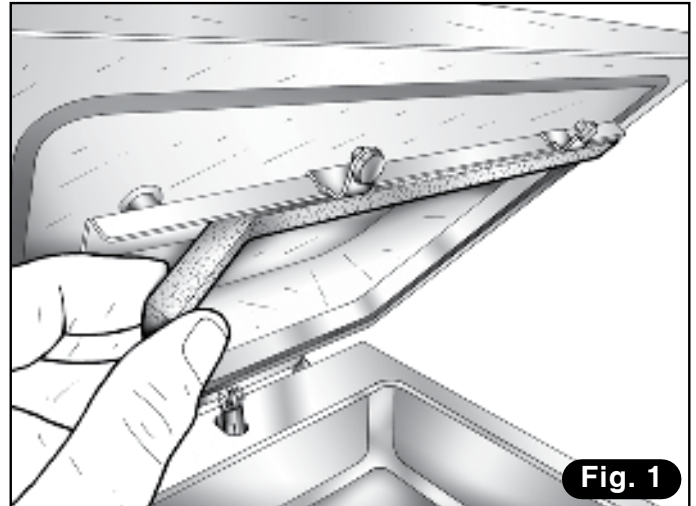

Fig. 1
- 2) Quite el perfil de silicona de la barra de compensación (**Fig. 1**).